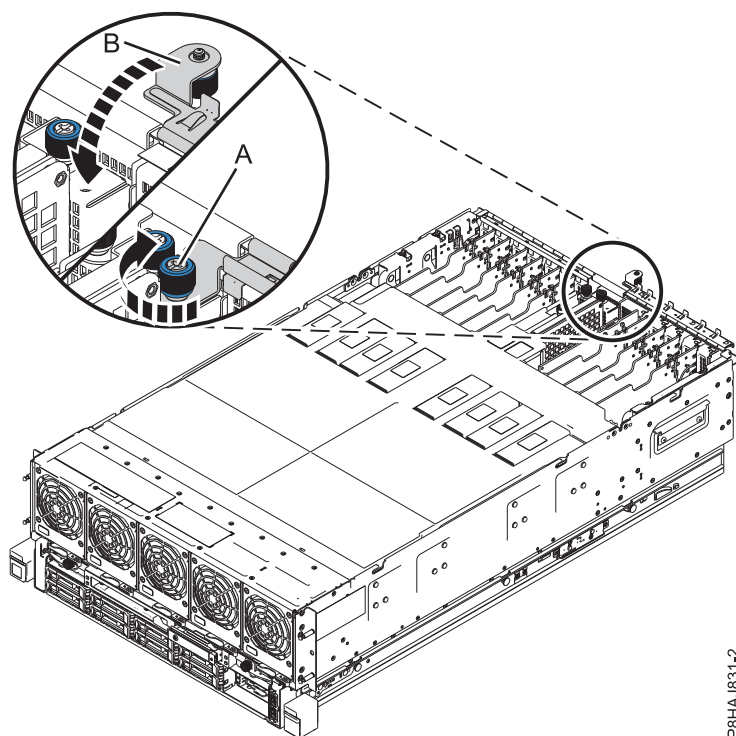

Abbildung 44. E/A-Verriegelung schließen
2. Schließen Sie die Wartungsverriegelung **(B)**, indem Sie sie in Richtung Chassis schieben, wie in Abb. 44 auf Seite 55 gezeigt.